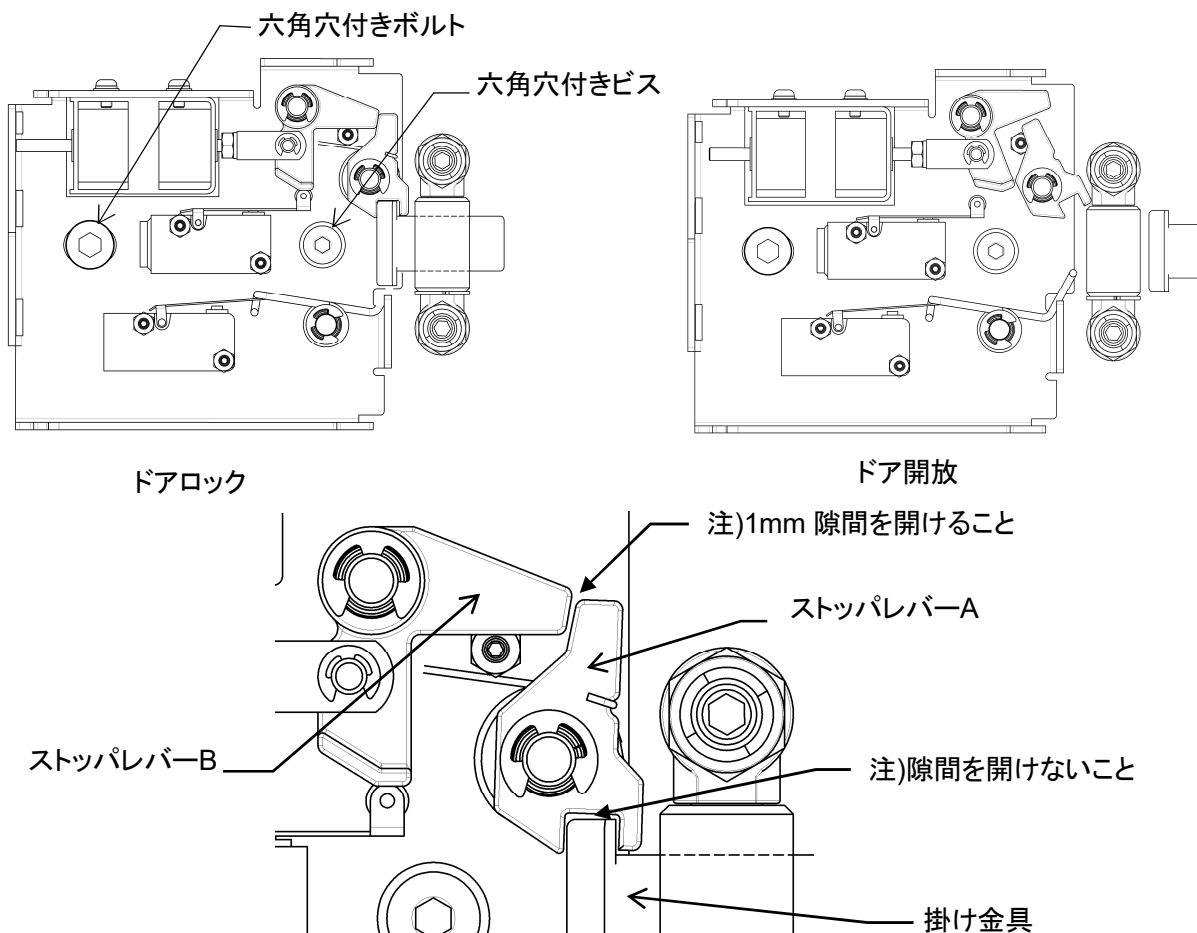

図8-10
- ・ ドアロック及びドア開放時、図8-10の様になっています。
- ・ ドアロック時、ストッパレバーA,Bと掛け金具が図8-10の様にかみ合う位置に来る様に六角穴付きボルトと六角穴付きビスを緩めドアロック部を左右にずらし調整します。